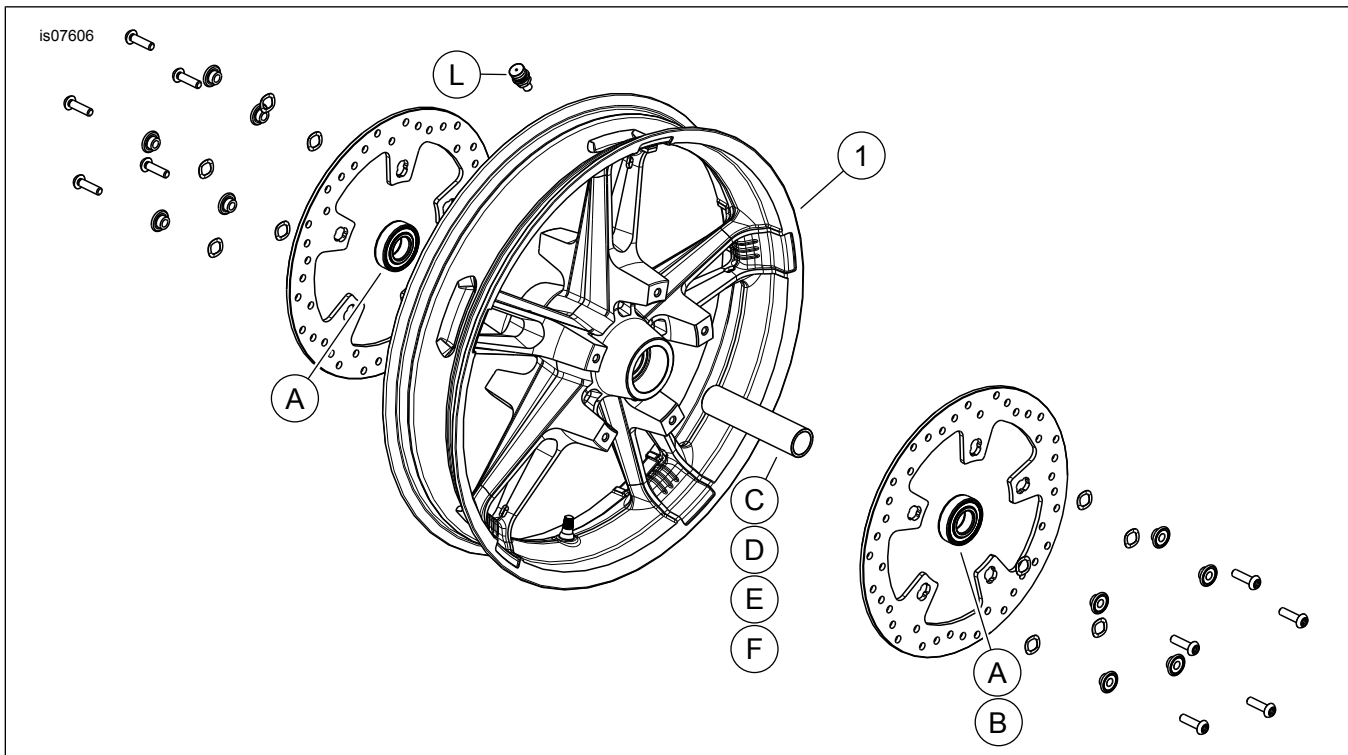

Abbildung 1. Ersatzteile: „ENFORCER“-VORDERRÄDER, Satz 43300336 ist abgebildet
2. Siehe Abbildung 1. Die Ventilschaft-Baugruppe (N) am Rad anbringen. Siehe REIFEN im Werkstatthandbuch.